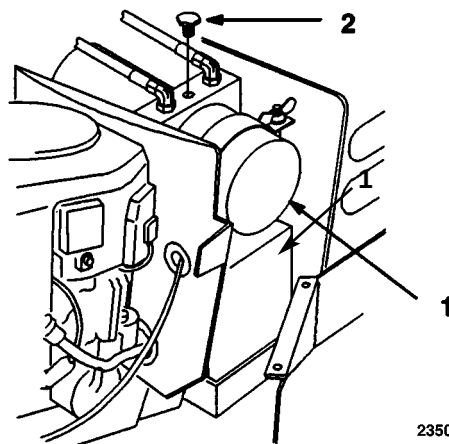

Figure 32
4. Enlever le bouchon en haut de la pompe de relevage assisté (Fig. 32). Le liquide doit s'arrêter à la base du trou.
Maintenir le pincement des roues avant spécifié. En cas d'usure irrégulière des pneus, de scalpage du gazon ou de difficulté à tourner le volant, un réglage peut s'avérer nécessaire. Contrôler le pincement des roues toutes les 100 heures de fonctionnement ou une fois par an, selon ce qui se présente en premier (Fig. 32).